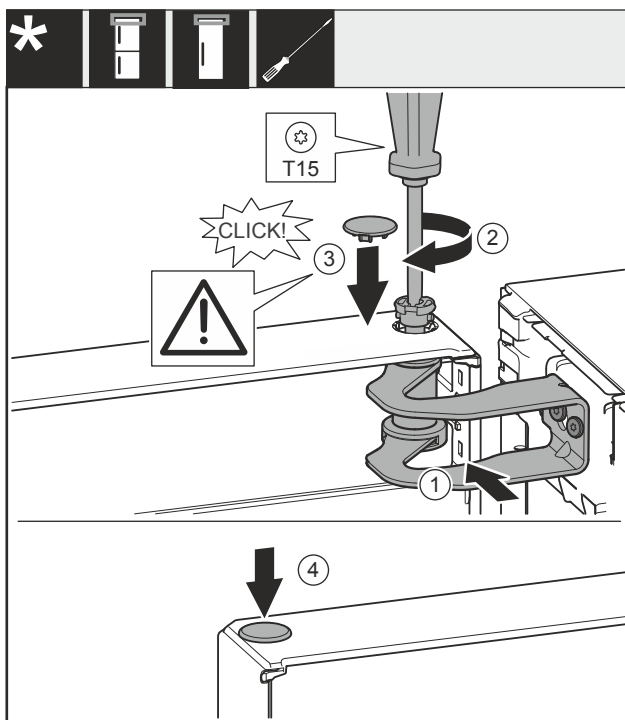

Fig. 59
- ▶ Tür zur Öffnung im Lagerbock Fig. 59 (1) ausrichten.
- ▶ Bolzen Fig. 59 (2) einsetzen und mit Schraubendreher festschrauben.
- ▶ Abdeckung Fig. 59 (3) einsetzen.
- ▶ Kontrollieren, dass die Abdeckung Fig. 59 (3) auf der Tür aufliegt.
- ▶ Abdeckung Fig. 59 (4) einsetzen.